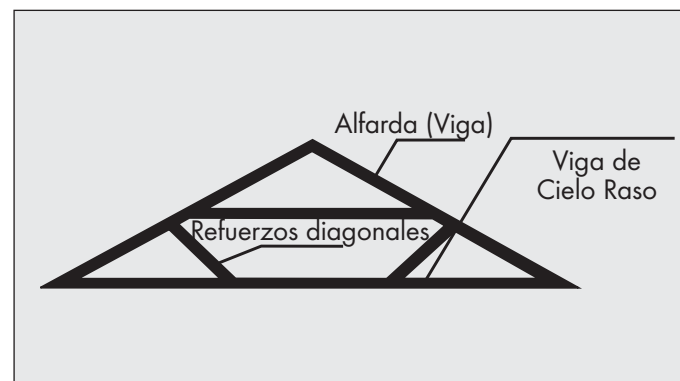

Fig.2. Construcción Convencional de Techos con Refuerzos Diagonales Conectados a las Vigas del Techo.
**ADVERTENCIA NO CORTE ESTE TIPO DE CONSTRUCCIÓN (FIG. 2 Y 3) SIN CONSULTAR CON UN ARQUITECTO O UN INGENIERO ESTRUCTURAL**